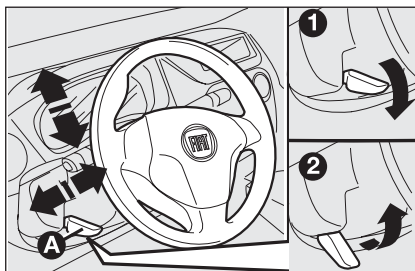

fig. 28
- débloquer le levier **A**-fig. 28 en le poussant vers l'avant (position 1);